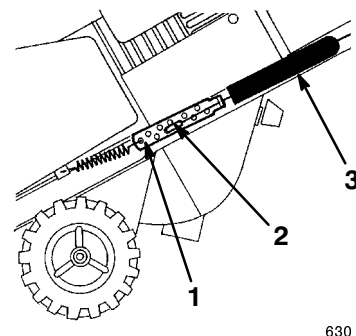

Figure 17
- B. Remontez la protection du ressort sur le câble pour exposer le dispositif de réglage (Fig. 17).